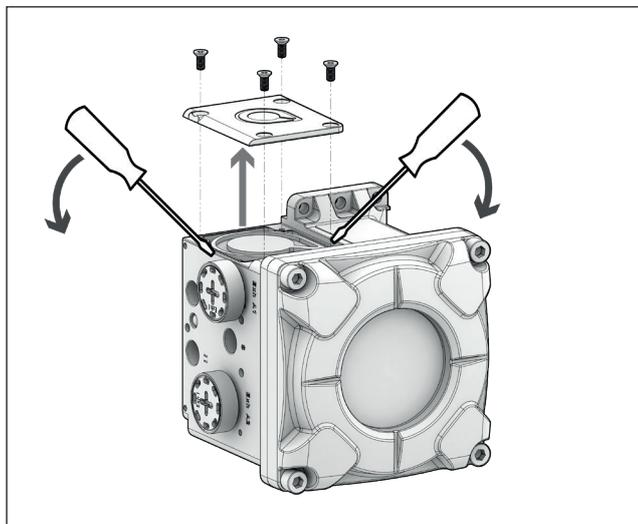
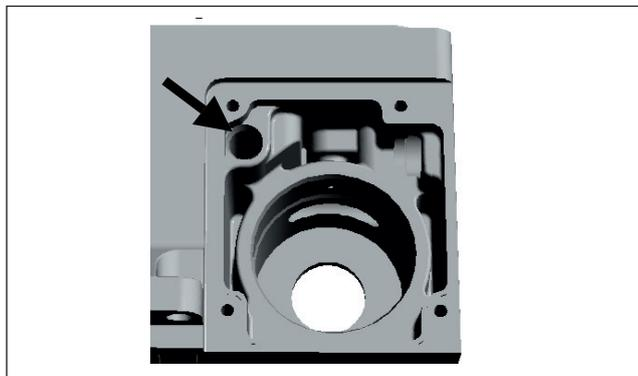

図 91. NDX_512_
図 92.
- ・ ディスプレイねじを緩めてディスプレイを取り外します。(図91、図92)